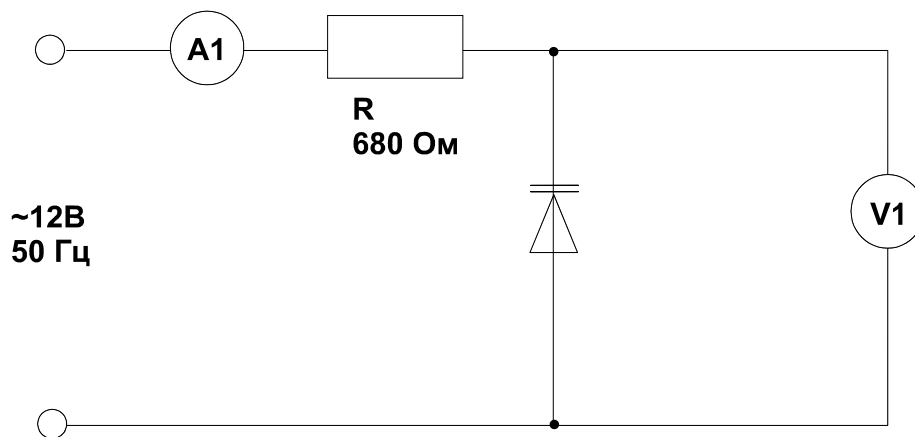

Рис. 3.2.1
- Приложите синусоидальное напряжение 12 В, 50 Гц (одно из линейных напряжений трехфазного источника) к цепи (рис. 3.2.1) и заосциллографируйте зависимость напряжения от тока. На схеме А1 и V1 – входы коннектора. Для получения на виртуальном осциллографе зависимости напряжения от тока включите режим X-Y переключателем «XY-развертка».